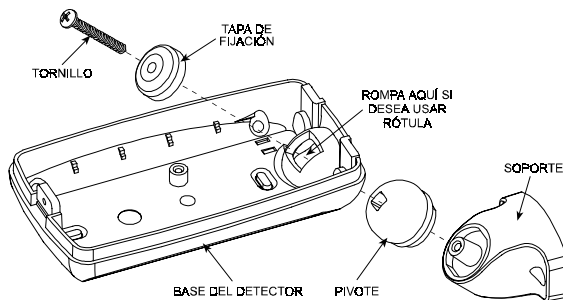

Figura 6. Colocación de la rótula
- C. Rompa el agujero ciego de montaje grande en el entrante esférico de la parte superior de la base (vea Figura 6).
- D. Coloque la rótula como muestra la Figura 6.